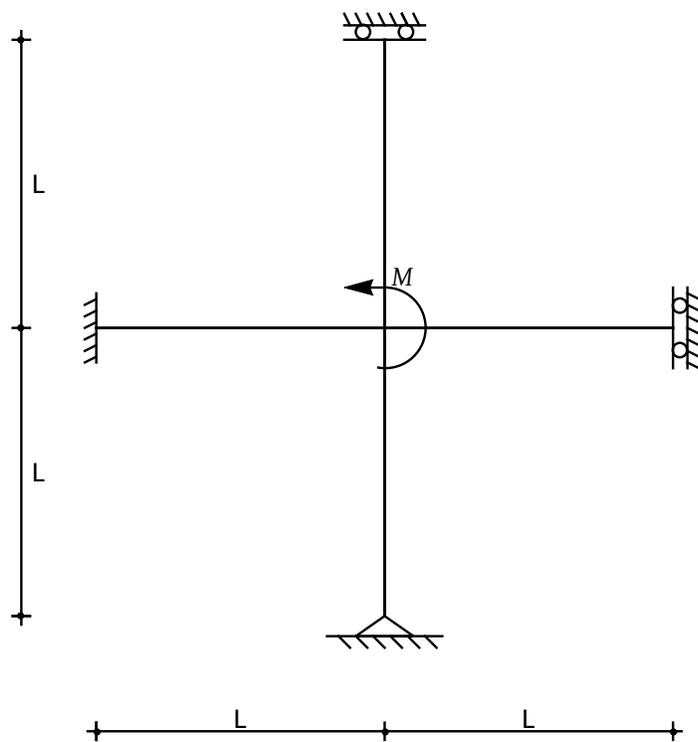

Figura 67: Lo schema strutturale
1. Calcolare la rotazione del nodo centrale della struttura in Figura 67